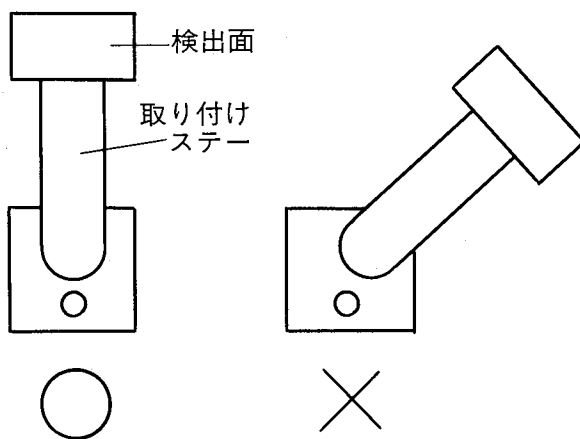

図4 検出面の固定
- ④ 六角ボルトで固定する際、図4のように検出面がステーに対し直角になるよう（横に傾かないよう）にしてください。